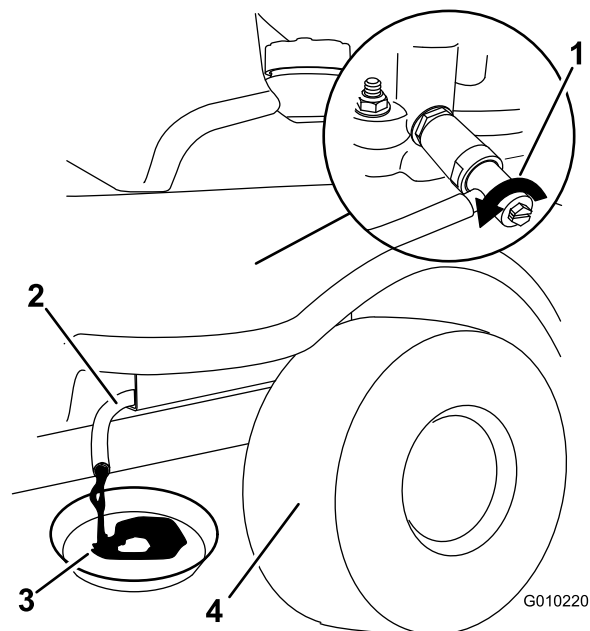

Figura 36
6. Coloque um recipiente debaixo do tubo de escoamento de óleo. Abra a válvula de drenagem de óleo para deixar o óleo drenar (Figura 36).
8. Retire o tubo de drenagem (Figura 36).